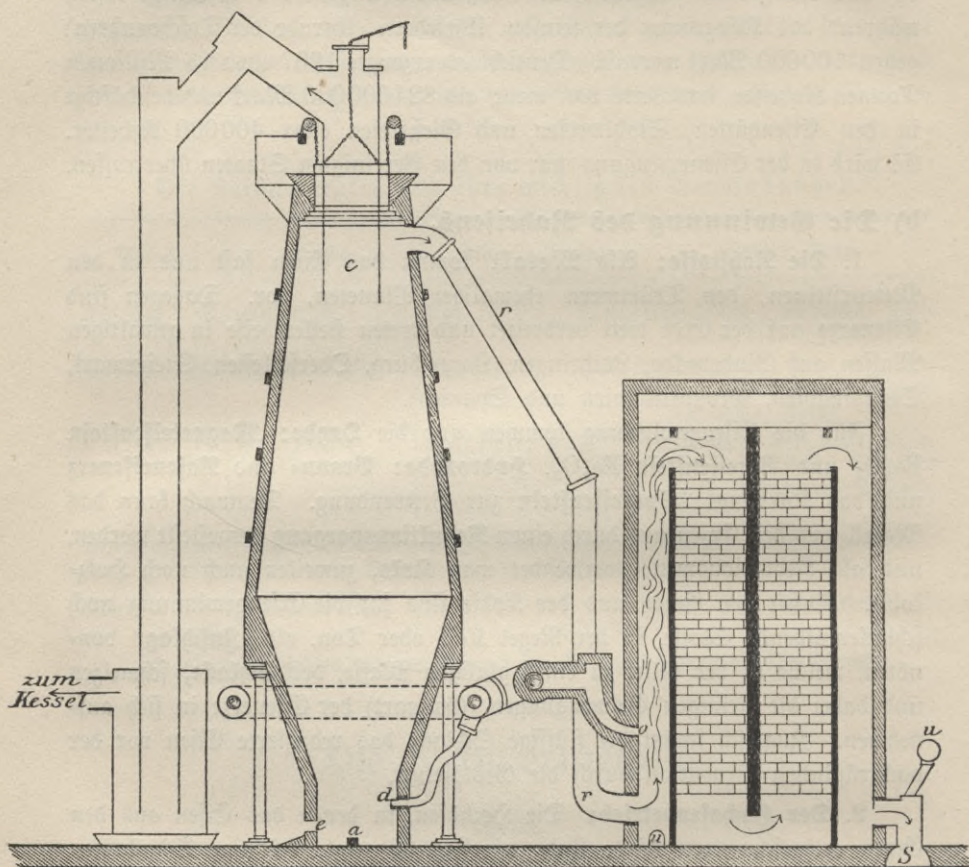

Fig. 60. Hochofen mit Winderhitzer.
2. **Der Hochofenbetrieb:** Die Hochofen, in denen das Eisen aus den Erzen ausgeschmolzen wird, sind, wie Fig. 60 zeigt, mächtige Schachtofen von etwa 20 m Höhe, die oft jahrelang im ununterbrochenen Betriebe bleiben und täglich bis zu 200 000 kg Roheisen liefern. Dazu sind erforderlich: ungefähr 400 000 kg Erze und Zuschlag, 180 000 kg Koks und 750 000 kg oder beinahe 600 000 cbm Luft. Das Rohmaterial, **Koks, Erze** und **Zuschlag**, wird durch die obere verschließbare Öffnung, die **Gicht**, *c*, eingeschüttet, füllt den ganzen Schacht und sinkt allmählich abwärts, wobei es mehr und mehr erhitzt wird. In den unteren Teil des Ofens, das **Gestell**, wird durch 6—8 mächtige Rohre („**Düsen**“ bei *d*) Luft eingeblasen, die vorher in den Winderhizern (rechts) stark erhitzt ist. Dadurch werden die Koks im Gestell zur hellen Weißglut erhitzt und erzeugen dort eine